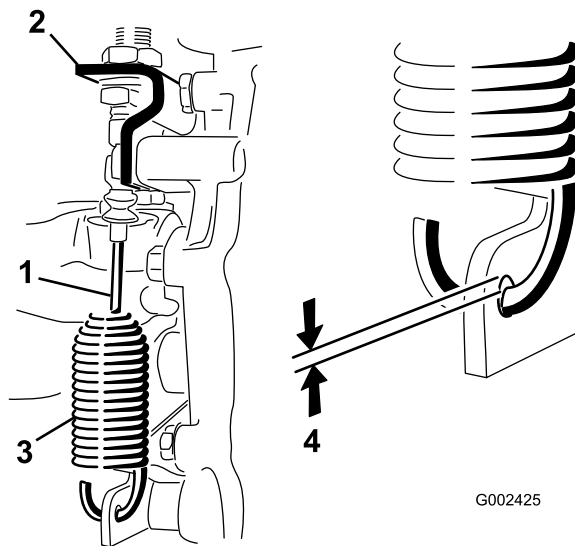

Figure 45
2. Desserrez les écrous de blocage qui fixent le câble de blocage du différentiel au support de la boîte-pont (Figure 45).